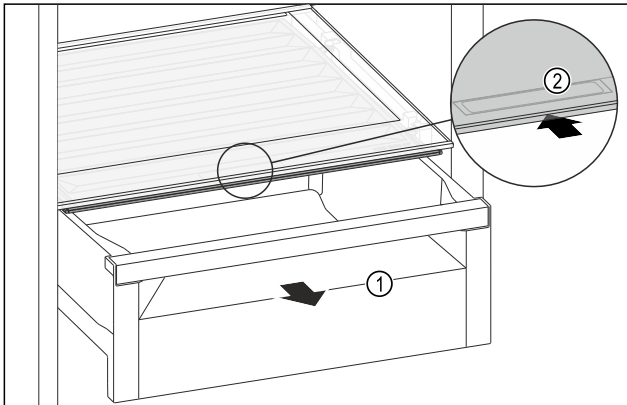

Fig. 172
- ▶ Извлеките выдвижной ящик Fig. 172 (1).
- ▶ Возьмитесь за утопленную ручку Fig. 172 (2) на крышке отделения и одновременно введите крышку отделения назад.